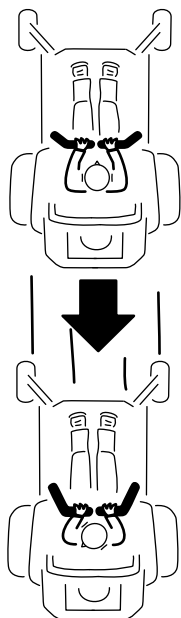

Figure 19
2. Pour vous déplacer en marche arrière, tirez lentement les leviers en arrière (Figure 19).